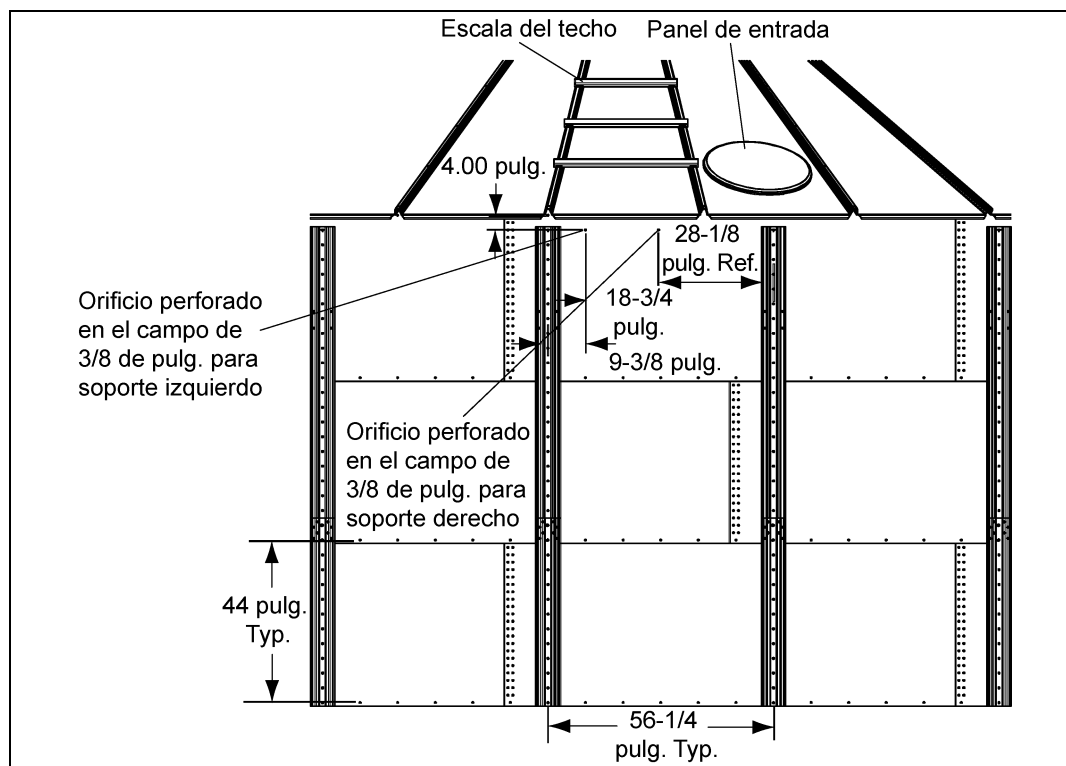

Figura 8B
Los soportes iniciales se deben ubicar directamente debajo de la escala del techo. Antes de que se instalen los soportes iniciales, se deben perforar en el campo dos (2) orificios de 3/8 de pulg. a 4.00 pulg. abajo y directamente en línea con la fila superior de los orificios horizontales pre-perforados. El primer orificio que se requiere para el soporte inicial izquierdo se debe ubicar a 9-3/8 pulg. desde el centro del soporte (Stiffener) hasta el centro del orificio. El segundo orificio que se requiere para el soporte inicial derecho se debe ubicar a 18-3/4 pulg. desde el centro del primer orificio. Refiérase a la Figura 8B para la ubicación adecuada de los dos (2) orificios de 3/8 de pulg. que se perforan en el campo que se requieren para la instalación de los soportes iniciales.